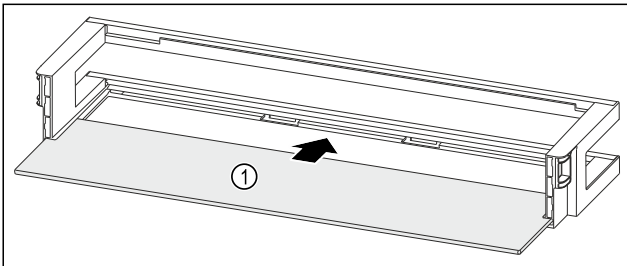

Fig. 200 Balconcino controporta con ripiano
- Inserire il ripiano Fig. 200 (1) negli incavi laterali.